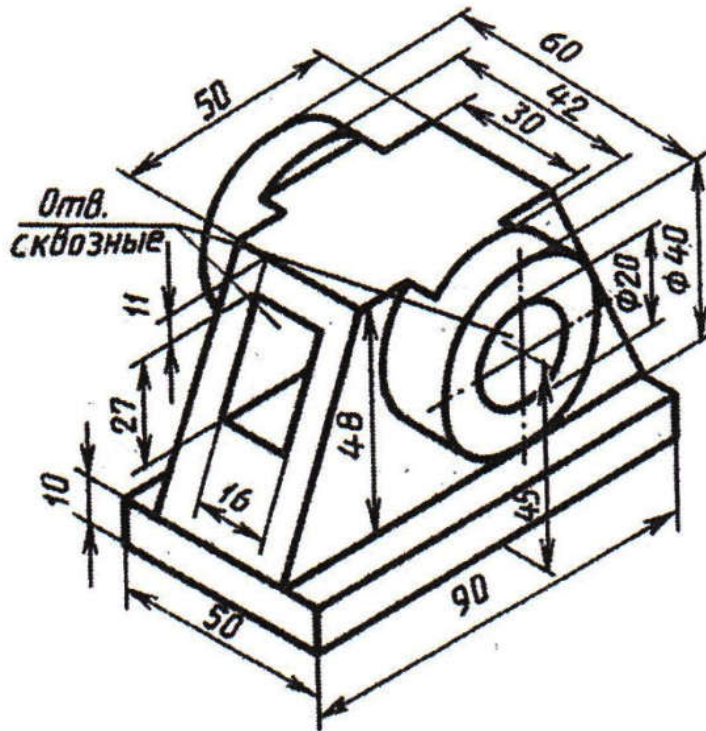

Рис.3
2. Выполнить упражнение 2(рис.3,4).